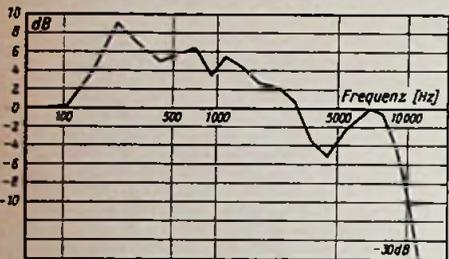
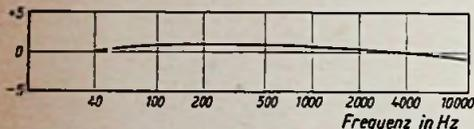
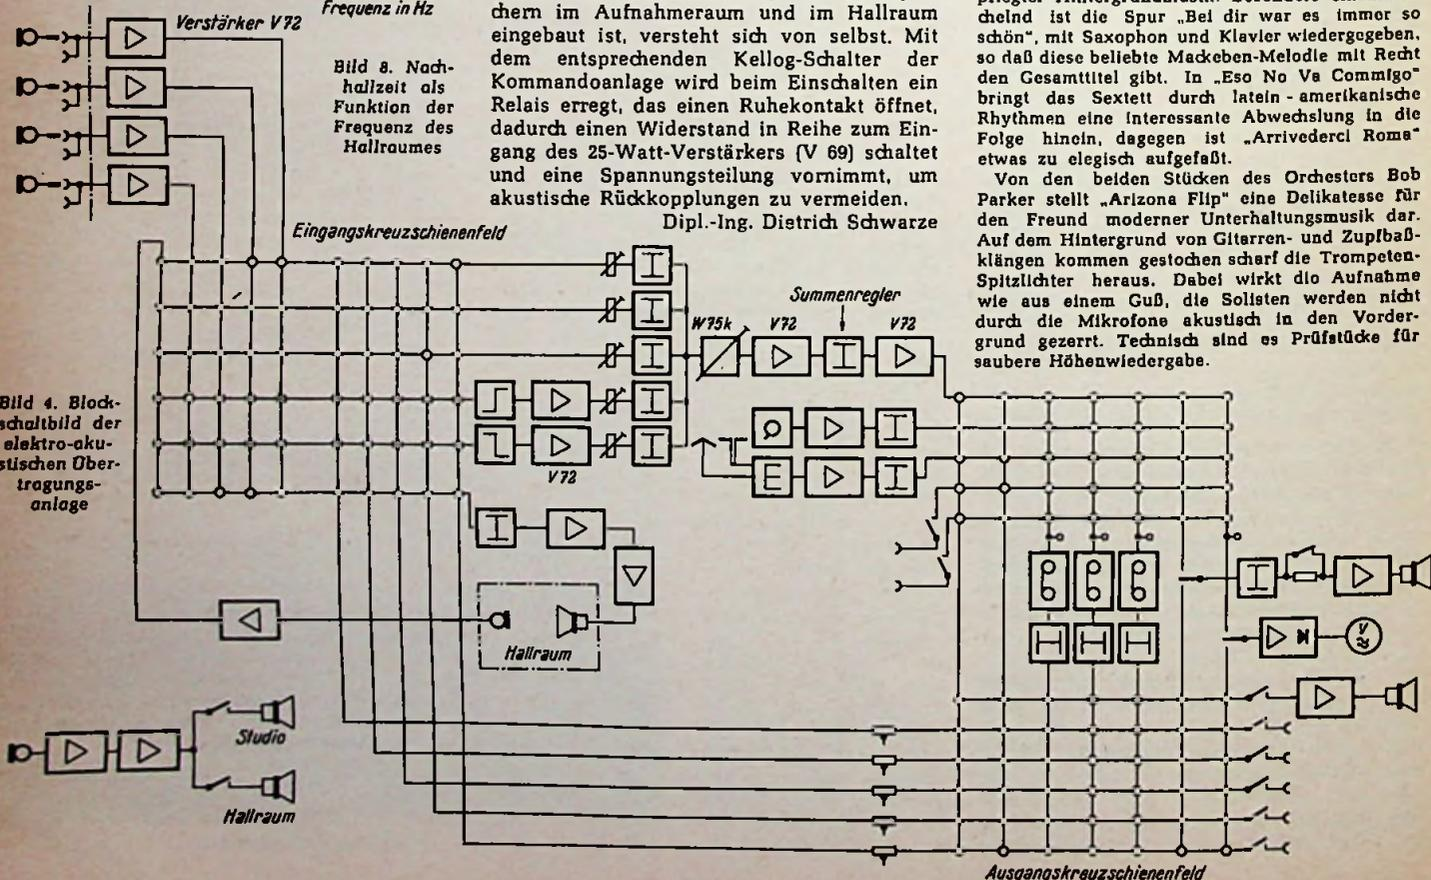

Bild 6. Wie Bild 5, jedoch Meßmikrofon im Abstand von 1,5 m ca. 45° seitlich zur Lautsprecherachse, dem Sitz des Toningenieurs
Bild 7. Frequenzverlauf der Übertragungsanlage (relative Pegel in dB)
Bild 4. Blockschaltbild der elektro-akustischen Übertragungsanlage
In Bild 4 rechts befindet sich ein Isolierbrettchen; es trägt die drei Widerstände, den Zündkondensator und in der abgewendeten Seite die Kontrollglimmröhre. Für sie ist ein Schauloch durch das Gehäuse zu bohren. Ferner wird auf der in Bild 4 dem Beschauer zugewendeten Seite ein kleiner Blattfederkontakt (k 1) montiert. Ein aufge kitteter Isolierpimpel ragt zur Betätigung durch ein weiteres Loch im Gehäuse nach außen. Der Zündüber-träger (Kreuzspulenwicklung) ist in der linken Kammer von Bild 4 untergebracht. Das gesamte Blitzlampenteil ist auch fertig montiert von der in der Stückliste genannten Firma lieferbar.
An Hand des Blockschaltbildes (Bild 4) sei die Gesamtanlage erläutert. Im Aufnahmeraum befinden sich vier Mikrofoneingänge, die wahlweise mit einem Kondensatormikrofon oder einem dynamischen Mikrofon beschaltet werden können. Diese vier Mikrofonkanäle führen über die entsprechenden Vorverstärker V 72 auf das Eingangskreuzschienefeld des Regietisches. Mit sechspoligen Kleintuchelsteckern können die Eingangskanäle entweder direkt auf die Flachbahnregler W 68 der Firma Eckmiller oder über den Hörspielverzerrer H V 53 bzw. den Hoch-Tief-Entzerrer W 86 in Kombination mit je einem V 72 geschaltet werden. Die fünf Regler führen auf den Bandpaß - W 75k - V 72 - Summenregler - V 72 auf das rechte obere Kreuzschienefeld mit einem Pegel von 6 dB. Wiederum mit Kleintuchelsteckern können jetzt drei Magnetbandgeräte der Type M 5 gesteckt werden. Mit Hilfe zweier Kellog-Schalter kann selbstverständlich vor und hinter Band abgehört und gleichzeitig das Lichtzeigerinstrument U 70 (V) kontrolliert werden. Zum Abhören dient der große Telefunken-Schrank mit eingebautem Leistungsverstärker V 69. Meßergebnisse dieses Abhörschranks zeigen Bild 5 und Bild 6. Auf der unteren Hälfte des rechten Kreuzschienefeldes befindet sich das Ausgangsfeld, das ebenfalls an jeder Stelle einen Pegel von 6 dB aufweist. Zwei durchgehende vertikale Schienen des rechten Feldes gestatten eine direkte Umspielung von einer auf die anderen beiden Maschinen. Der Frequenzgang der Gesamtanlage ist Bild 7 zu entnehmen.